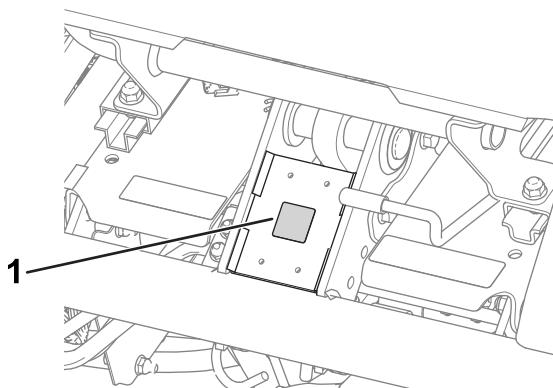

Рисунок 9
- Приклейте наклейку с маркировкой СЕ на раму под передней стороной сиденья (Рисунок 9).